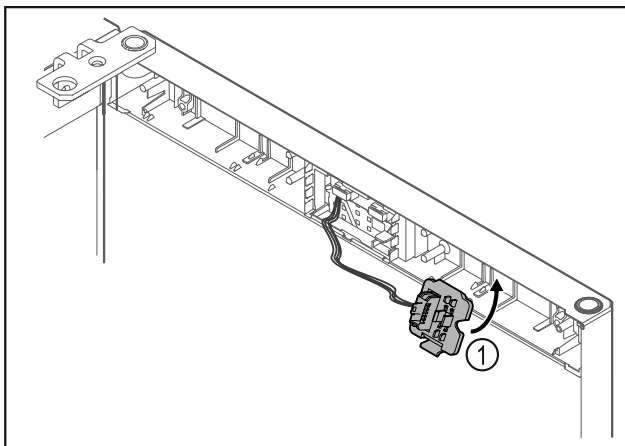

Fig. 19
- ▶ Установите и зафиксируйте держатель штекера Fig. 19 (1) на противоположной стороне.